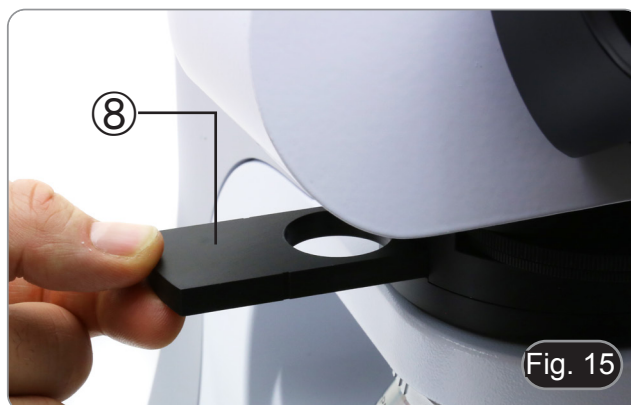

Fig. 15
8. Retirez la lame vide de la lentille Bertrand ⑧ et insérez l'analyseur ⑨. (Fig. 15 - 16)